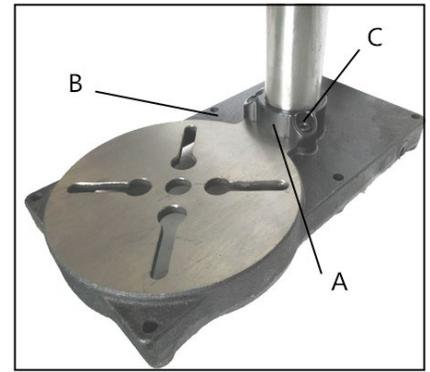

Abb. 1
Befestigen Sie die Säule (A, Abb. 1) am Sockel (B) und ziehen Sie dann die drei Sechskantschrauben (C) fest.